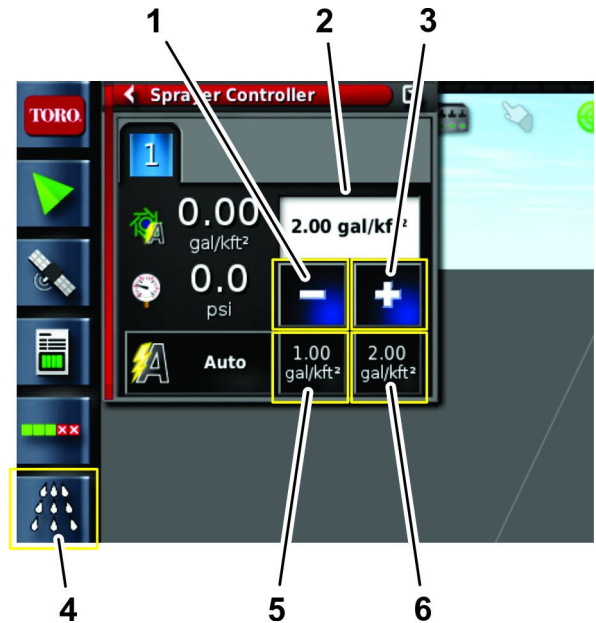

Рисунок 180
10. Введите требуемую норму внесения, используя предварительные настройки, значки увеличения и уменьшения или выбрав значок текущей плановой нормы внесения (Рисунок 180).